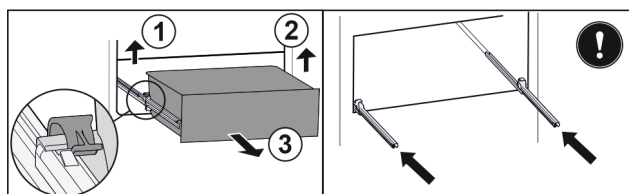

Fig. 149
- Løft venstre klemme og trekk samtidig skuffen fremover til venstre. Fig. 149 (1)
- ▶ Løft høyre klemme og trekk samtidig skuffen fremover til høyre. Fig. 149 (2)
- ▶ Ta ut skuffen framover. Fig. 149 (3)